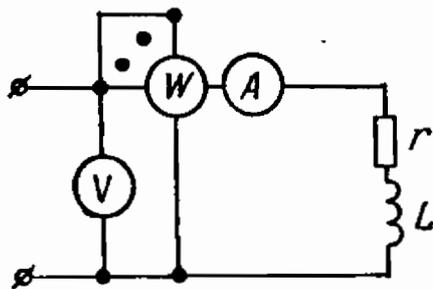

Рис. 12.23
12.23. Для определения параметров катушки использован метод амперметра, вольтметра и ваттметра (рис. 12.23). Приборы показали:
12.24. В цепь переменного тока (рис. 12.23) включены амперметр (тип Д570, $K_A = 0,5$, $I_{кА} = 2,5$), вольтметр (тип Д567, $K_V = 0,5$, $U_{кV} = 150$ В) и ваттметр (тип Д568/5, $K_W = 0,5$, $U_{кW} = 159$ В, $I_{кW} = 2,5$ А).